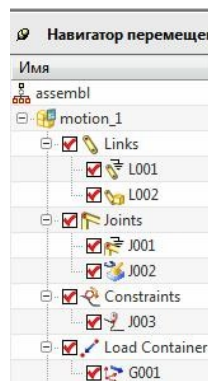

рис.61
•Зеленая призма никуда не проваливается под действием собственного веса, потому что она ограничена кинематической связью *Плоский* (J002, рис.61).
•В нашем случае зеленая призма перемещается под воздействием *векторной силы* G001 величиной в **3 ньютона** (рис.61).
•Вершина зеленой призмы, и указанная кривая на плите основания связаны кинематической связью *Точка на кривой* (J003, рис.61).
- А можно вместо внешней силы задать дополнительный *Движитель*, который заставит зеленую призму перемещаться по длине кривой (сравните рис.61 и 63).